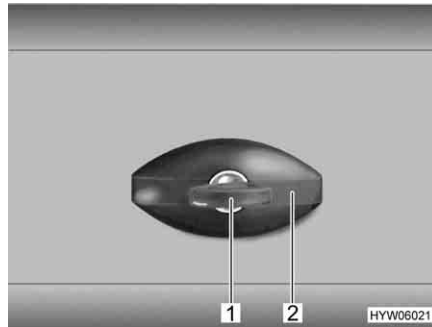

Bild 37 Klappenschloss, ellipsenförmig, verschlossen
- Schlüssel in Schließzylinder (Bild 37,1) stecken und eine viertel Umdrehung entgegen dem Uhrzeigersinn drehen. Schlossgriff (Bild 37,2) schnappt heraus.